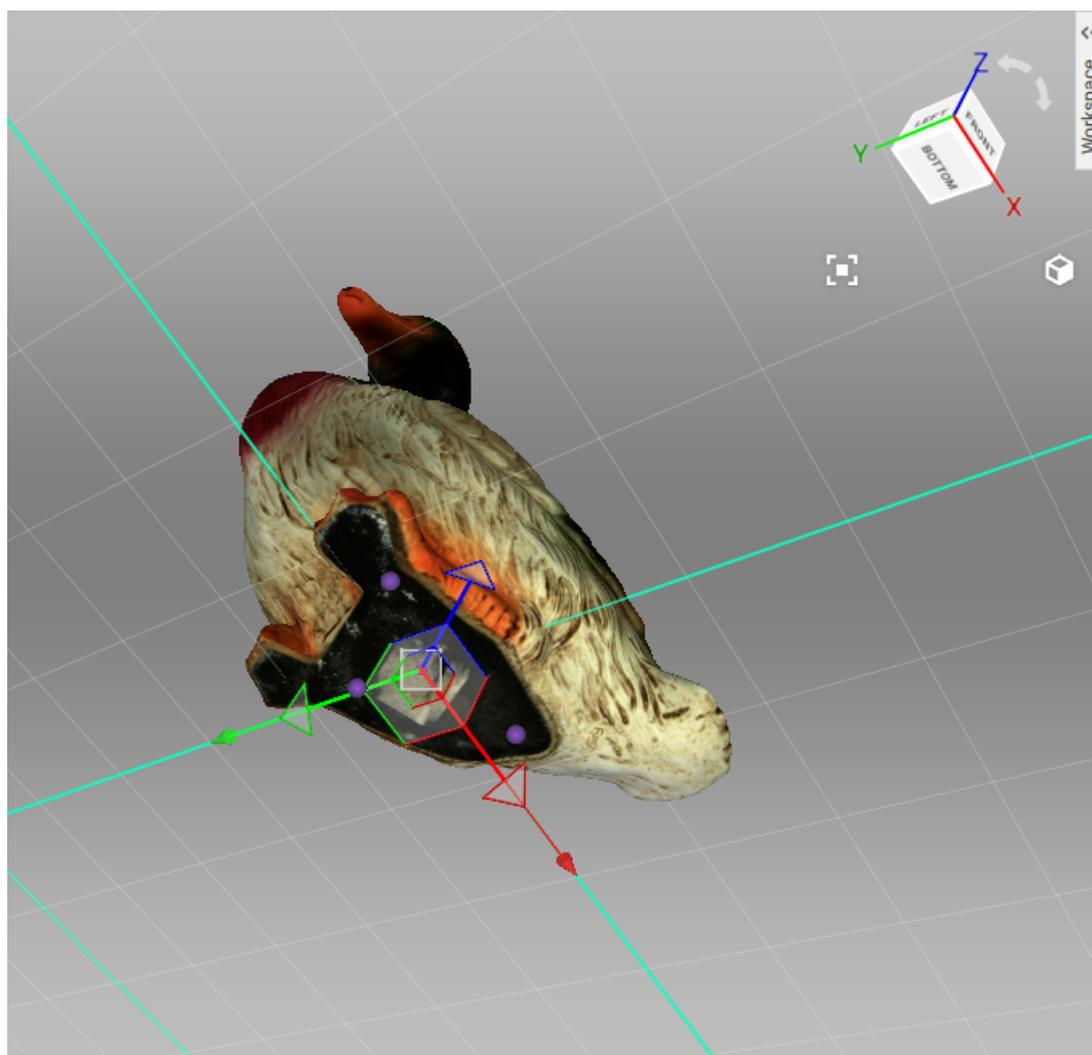

Рис. 9.46: Позиционирование модели в глобальной системе координат
4. Отметьте с помощью ЛКМ как минимум три точки на поверхности, и плоскость, проходящая через центр этого множества точек, построится автоматически (см. *Рис. 9.46*). При этом выполняются следующие условия: